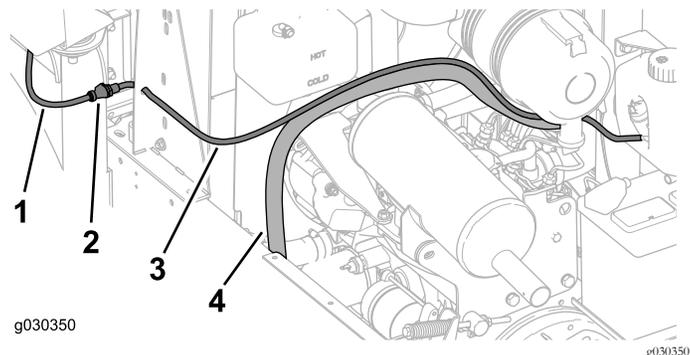

Figura 38
- 3. Dirija la manguera del lavaparabrisas y conéctela a la manguera del lavaparabrisas desde la cabina (Figura 38).